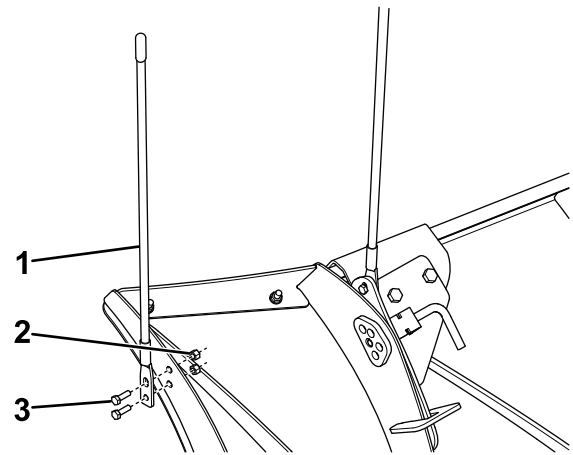

Bild 8
13. Befestigen Sie die Schneeschildführung mit 2 Schrauben (5/16") und Kontermuttern (Bild 8) am Pflugschild und ziehen Sie die Schrauben auf ein Drehmoment von 19 N·m fest.